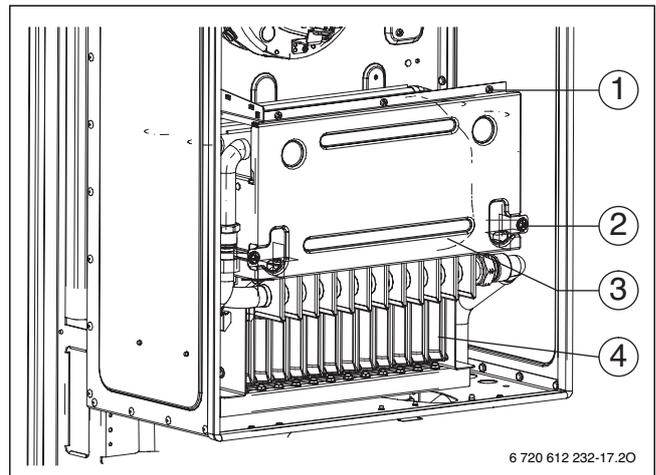

Fig. 49 Abrir quemador
- ▶ Desmontar la parte delantera de la cámara de combustión y retirar el quemador (→ fig. 49).